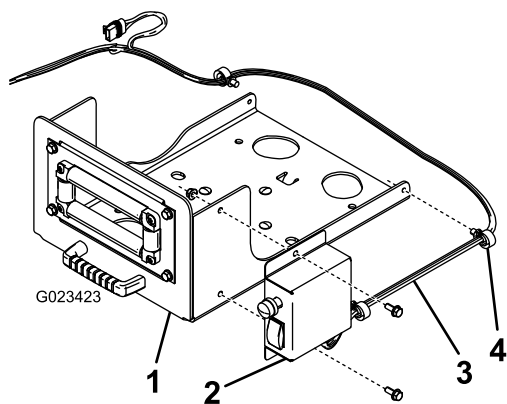

Bild 6
5. Befestigen Sie den Schaltkasten mit zwei Schrauben (5/16") und zwei Bundmuttern (5/16") an der Schwenkplatte, wie in Bild 6 abgebildet.
6. Befestigen Sie den Kabelbaum mit den vorhandenen Clips an den Seiten der Schwenkplatte (**Bild 6**).